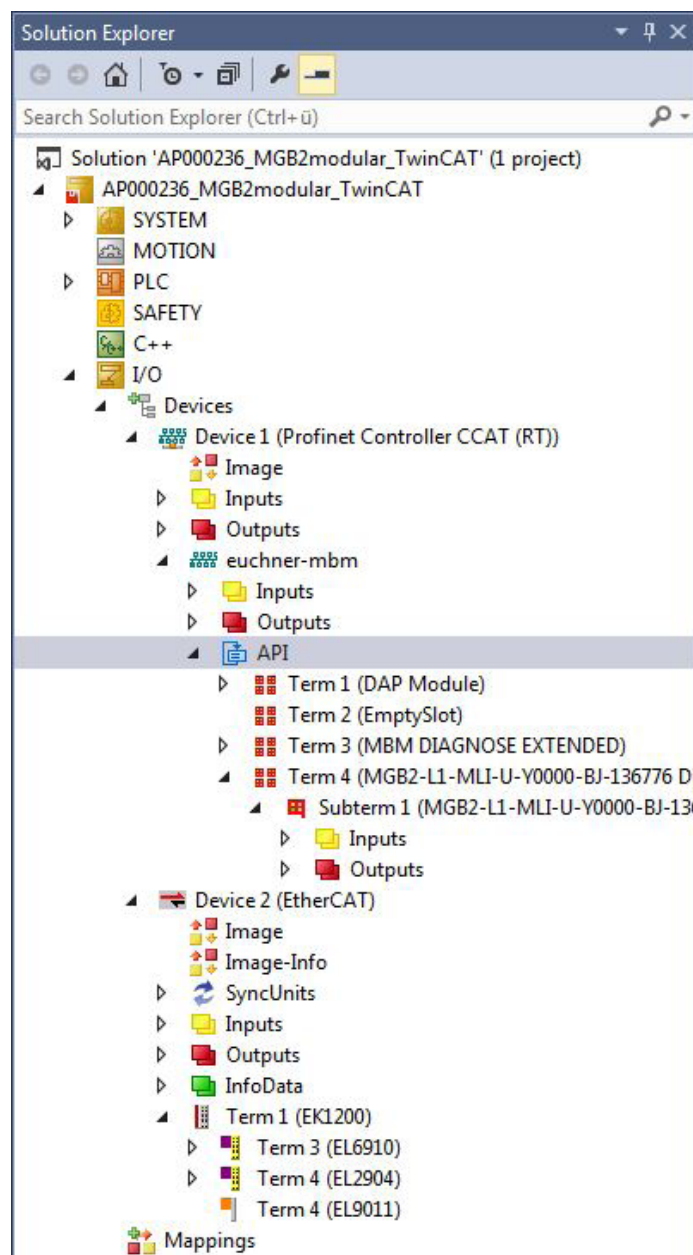

Bild 7: Struktur der verwendeten Module
5. Führen Sie anschließend einen Scan der realen Konfiguration durch. Nach Abschluss des Scanvorgangs wird die Hardwarekonfiguration wie in Bild 7 dargestellt.